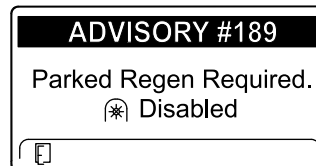

Figure 72
- Si vous n'effectuez pas de régénération en stationnement dans les 2 heures, l'InfoCenter affiche qu'une régénération en stationnement est nécessaire – prise de force désactivée AVIS N° 189 (Figure 72).